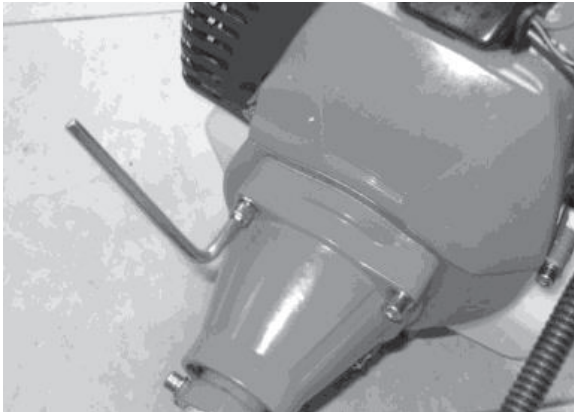

Рисунок 2. Схема приєднання стикувального вузла до двигуна виробу.
- під'єднати стикувальний вузол до двигуна та закріпити гвинтами (рис. 2);